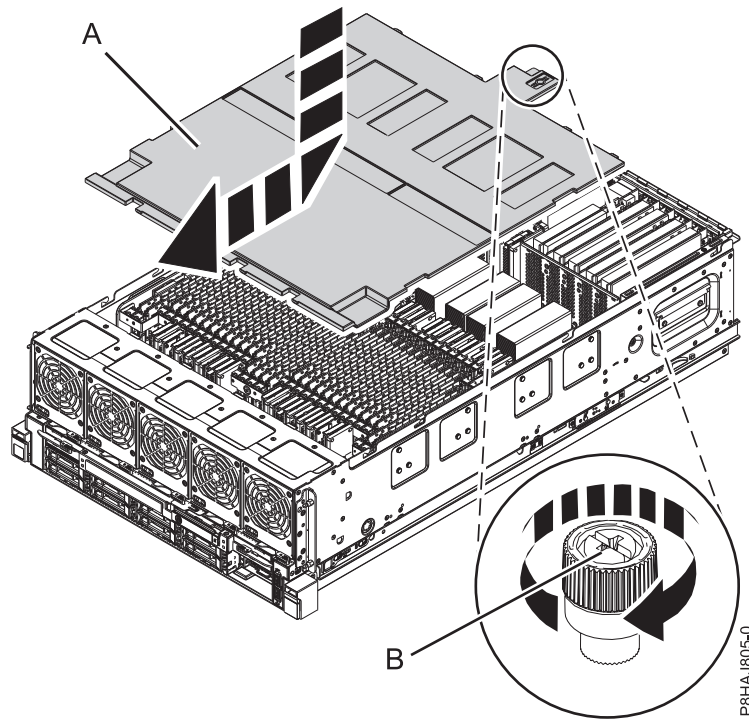

Figure 41. Remise en place du capot de sécurité
2. Poussez le capot de sécurité (A) en direction du châssis.
3. Serrez la vis moletée (B) en la tournant dans la direction illustrée dans figure 41, à la page 59 dans le but de fixer le capot de sécurité au châssis.